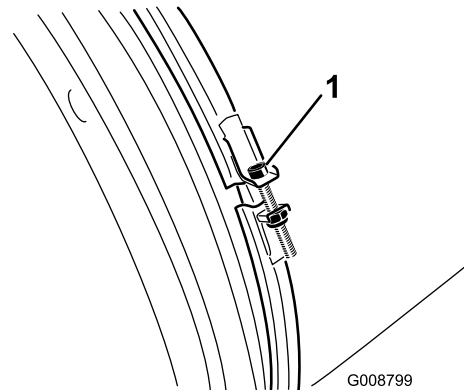

Bild 48
2. Kontrollieren Sie die Gebläsedüsenklemme auf Anzeichen von Verschleiß oder Beschädigung (Bild 48).
3. Kontrollieren Sie den festen Sitz der Gebläsedüsenklemme täglich (Bild 48).